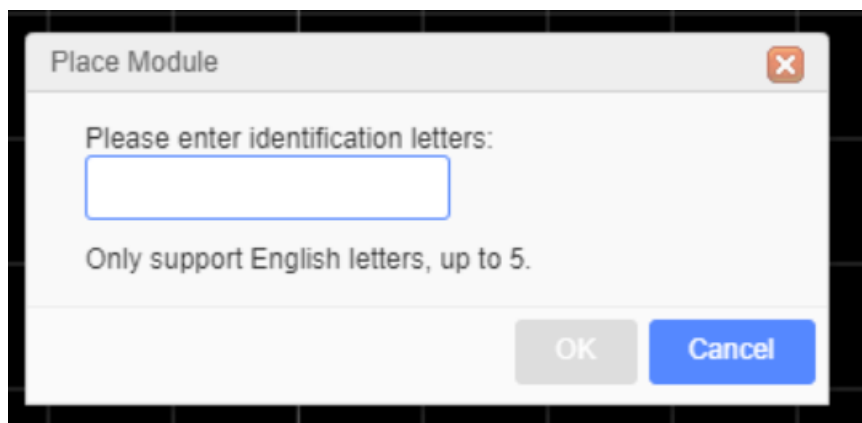

Рис.4.6 Ввод символа для названия модуля
5. Появится окно для ввода символа. Символ, соответствующий букве на схеме модуля, должен соответствовать букве на печатной плате модуля (Рис.4.6). Например: компонент в модуле схемы обозначен как U2, вводим букву К, нажимаем ОК, чтобы разместить его на холсте, тогда он будет обозначен как KU2, и модуль печатной платы также будет иметь обозначение KU2. Далее нажимаем «ОК» и входим в режим размещения. После каждого размещения всплывающее окно будет продолжать вводить идентификационную букву. Остаётся только убедиться, что введенные идентификационные буквы каждый раз уникальны.